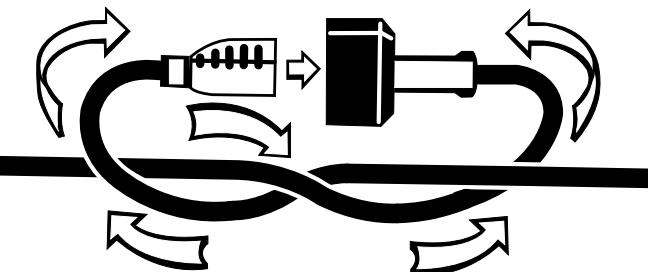

Fig. 4
*Voir la figure 4.*
Il est possible d'attacher le cordon d'alimentation et le cordon prolongateur par un noeud pour éviter qu'ils se détachent pendant l'utilisation. Faites le noeud comme illustré dans la figure 4 et branchez la fiche du cordon d'alimentation dans la prise du cordon prolongateur. Cette méthode peut aussi être utilisée pour attacher ensemble deux cordons prolongateurs.